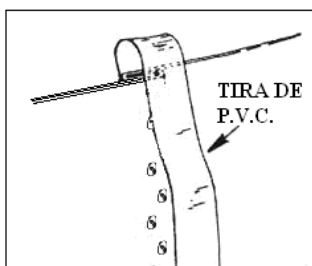

fig.12
e) Colocar la tira de PVC, cubriendo las cabezas de los tornillos (por el interior de la piscina), para proteger el liner de la fricción contra los tornillos y que suelen ser causa de rotura del liner. (fig.12) Si la instalación no es la correcta, la garantía quedará anulada.